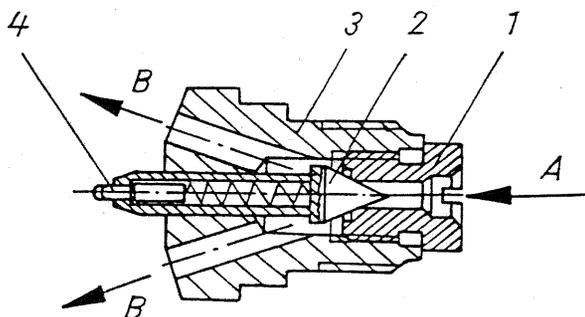
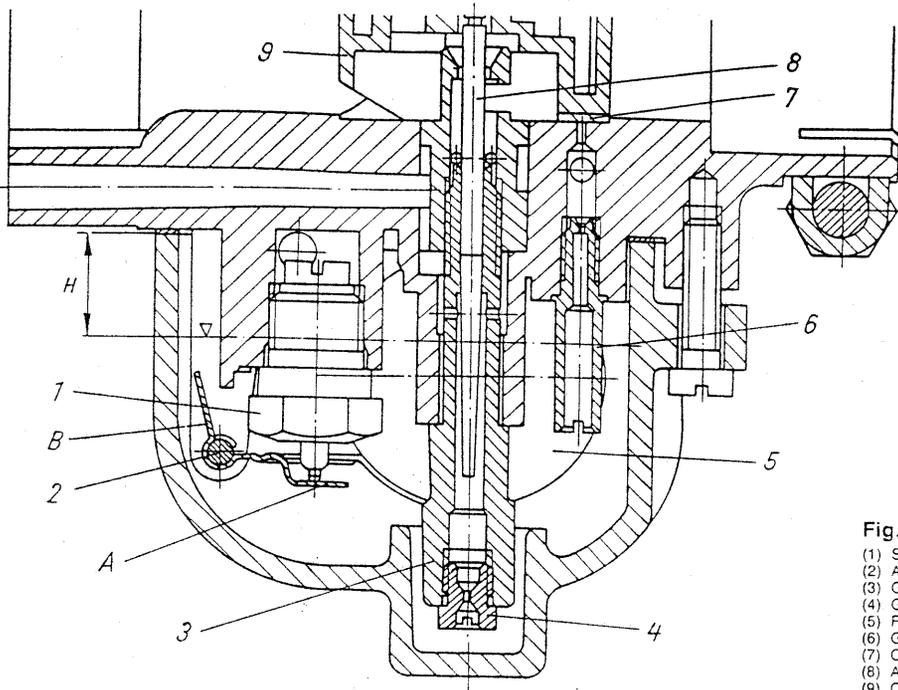

Fig. 120. Soupape à pointeau en vue de coupe
Fig. 124. Partie inférieure de carburateur 22/24 N
$e1 = 26^{+1}$ mm (22/24 N 2) pointeau fermé, languette d'actionnement (A) appuyée contre la goupille à ressort, goupille à ressort enfoncée (cf. fig. 120 et fig. 124)
A travers le pointeau (10 à la fig. 123), le courant s'écoule dans la cuve de flotteur. Lorsque le niveau de carburant a atteint un certain niveau, la soupape à pointeau se ferme par un cône en tôle (A à la fig. 124) fixé au support du flotteur.